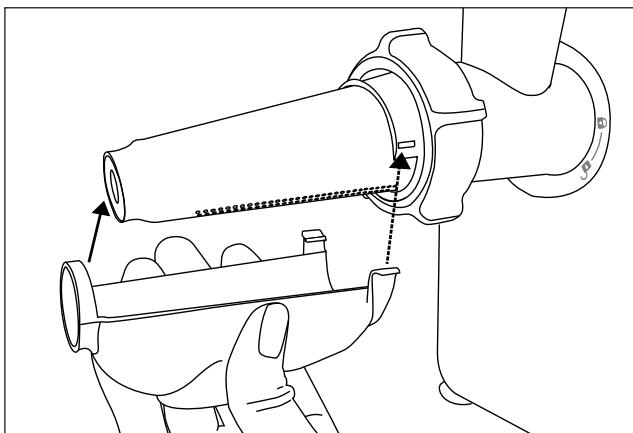

Fig. 2
- 8) Fixați acum tava de colectare **8** la sita de pasare **10** (a se vedea fig. 2). În acest scop împingeți inelul pe vârful sitei de pasare **10** și agățați închizătoarele **7** de ambele părți la capătul lat. Gaura din tava de colectare **8** indică în jos.